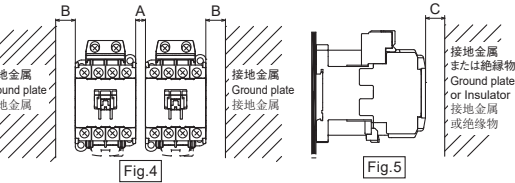

Fig.4 Fig.5
4. 取付スペース (Fig.4, Fig.5)
4. Mounting space (Fig.4, Fig.5)
4. 安装预留位置 (Fig.4, Fig.5)